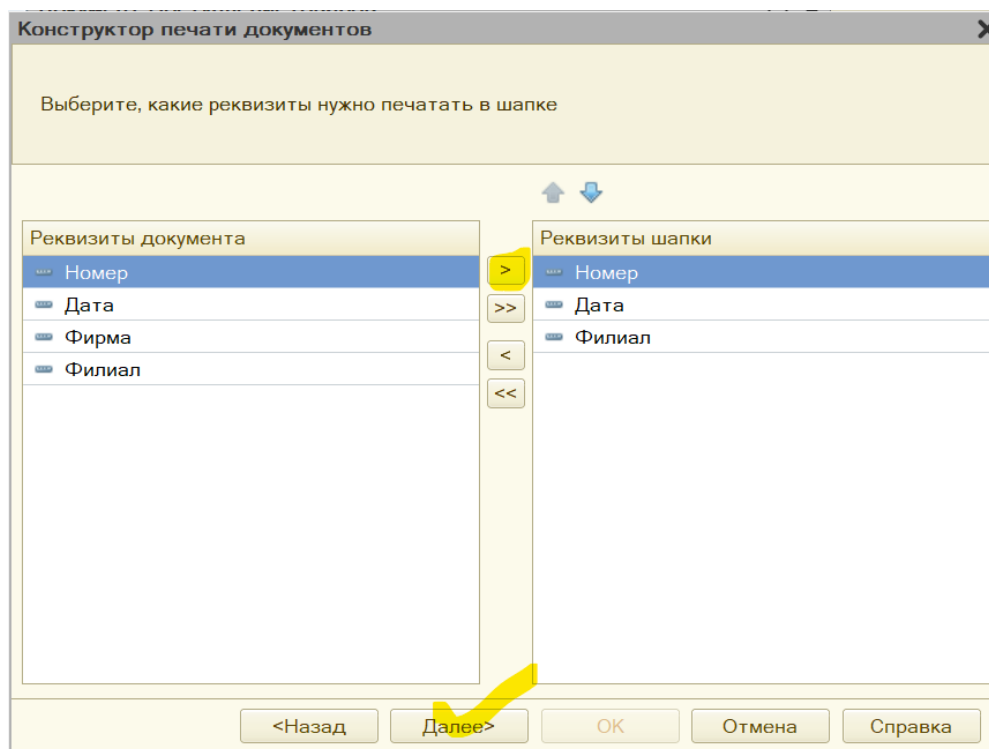

Рис. 5.19. Выбор реквизитов шапки документа в окне конструктора печати
3. Следующее окно позволяет определить, какие реквизиты шапки мы собираемся расположить на печатной форме (рис. 5.19).